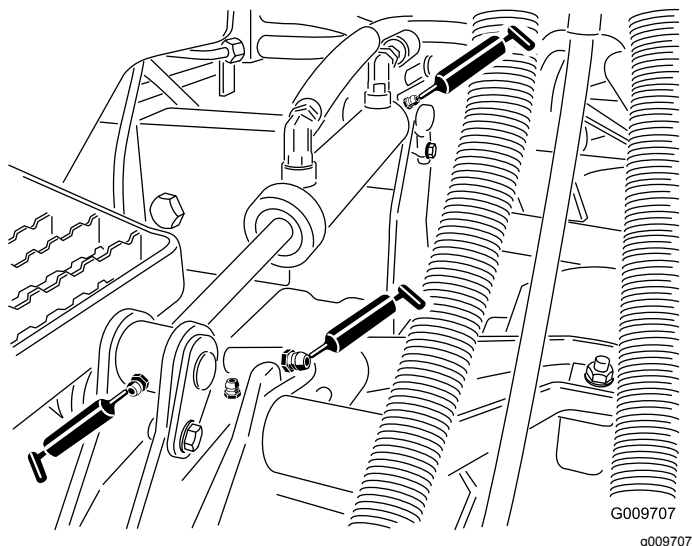

Figura 46
- Casquillos de los brazos de elevación (1 por carcasa) (Figura 46)
- Casquillos de los cilindros de elevación (2 por carcasa) (Figura 46).